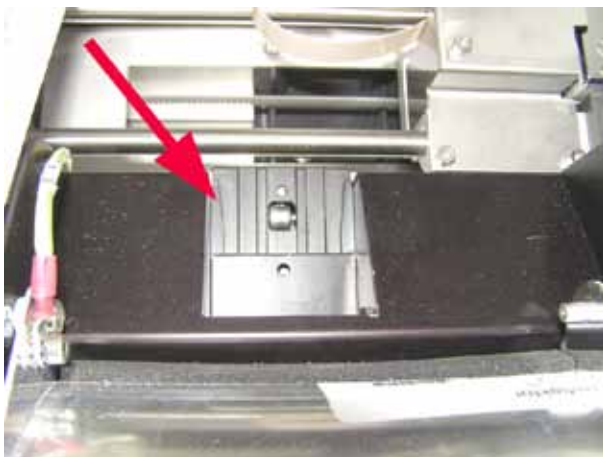

Fig. 47
- Rampa liberadora de lâminas (→ "Fig. 47")
A rampa deve estar limpa (→ "Fig. 47").